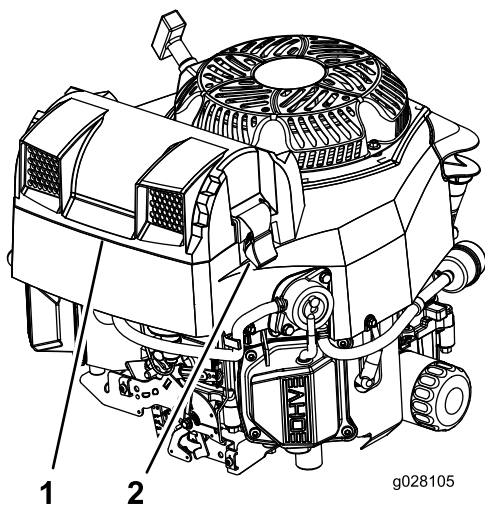

Figura 37
3. Eliberați elementele de fixare ale filtrului de aer și trageți capacul de admisie a aerului de pe corpul filtrului de aer (Figura 37).
5. Montați capacul de admisie a aerului și fixați-l cu elementele de fixare (Figura 37).